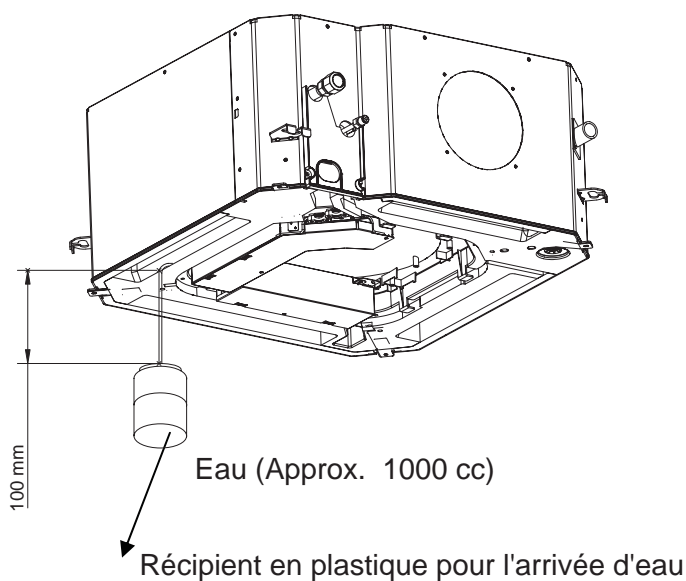

Figure 14
3. Injectez lentement près de 1000 cc d'eau dans le drainage.(Figure 14)